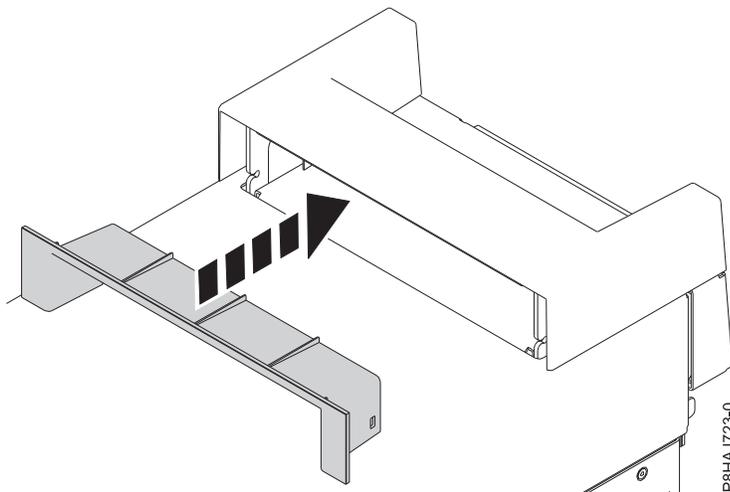

Abbildung 38. Einsetzen des Elements innerhalb der Griffabdeckung bei einem Standalone-System vom Typ 8286-41A
2. Setzen Sie das Element innerhalb der Griffabdeckung ein, indem Sie es fest in die Griffabdeckung drücken (siehe Abb. 38).